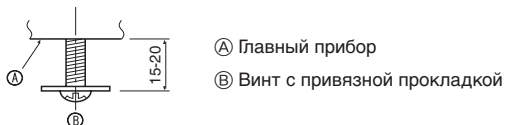

Fig. 9-5
9.4.1. Подготовка (Fig. 9-5)
- Установите два входящих в комплект винта с прокладками ② в главный прибор (в области угловой дренажной трубы и в противоположном углу), как показано на диаграмме.